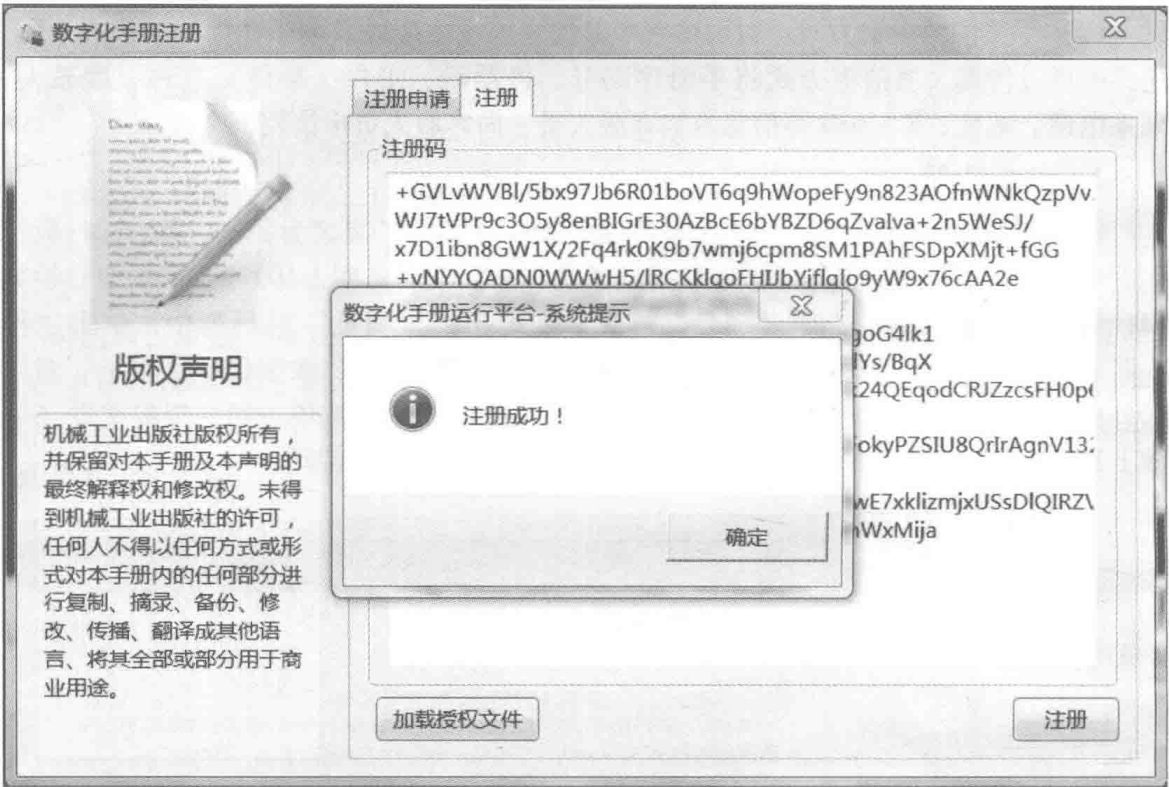

图 1-13 “注册成功”信息提示
2) 注册通过后，数字化手册浏览器将显示“注册成功”的信息提示，如图 1-13 所示，表示用户已取得授权。单击“确定”按钮，即可正常使用数字化手册。